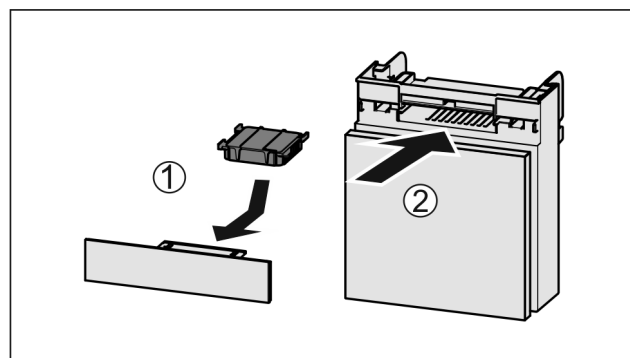

Fig. 120
- ▶ Vložte aktívny uhlíkový filter podľa obrázka Fig. 120 (1).
- ▶ Zasuňte zásuvku Fig. 120 (2).